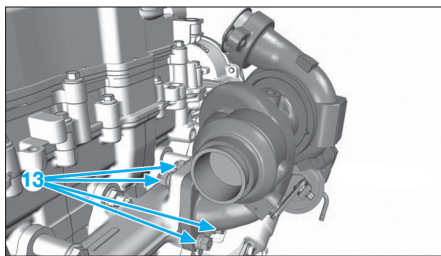

Fig. 63
- les quatre écrous (13) de fixation du turbocompresseur (Fig.63),